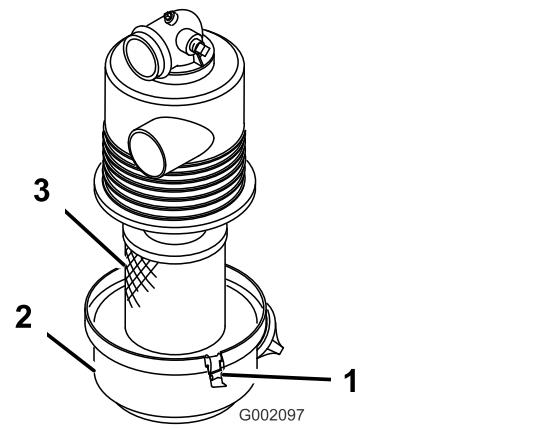

Figura 26
- Insira o elemento do filtro de ar na caixa do filtro (Figura 26).
- Alinhe a cobertura do filtro de ar com a caixa do filtro de ar, e prenda a cobertura à caixa com os trincos (Figura 26).